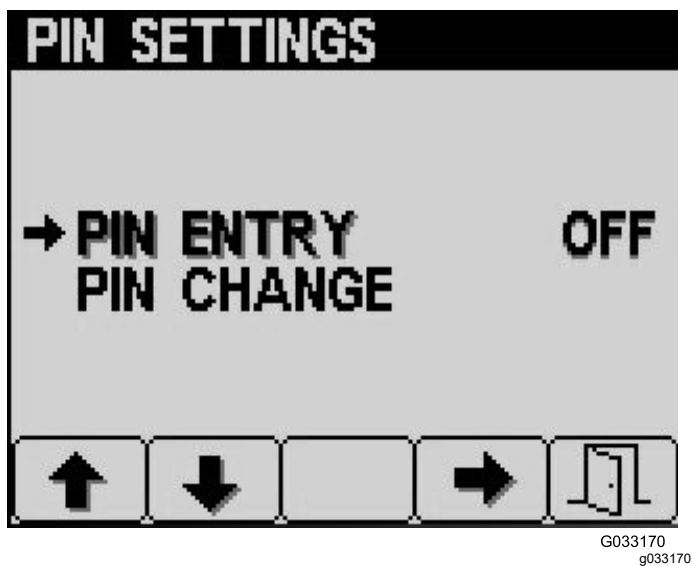

Figura 14
5. Pulse el botón 2 hasta llegar a Cambiar PIN en la pantalla Configuración del PIN, y pulse el botón 4 para seleccionar Cambiar PIN (Figura 14).